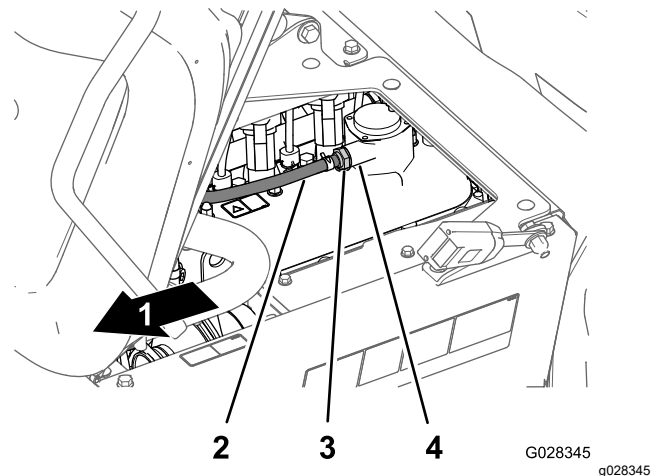

Figura 69
2. Retire la válvula PCV del acoplamiento de la tapa de válvulas (Figura 69).
no está libre y no suena al sacudirse, sustituya la válvula PCV (Figura 69).
4. Introduzca la válvula PCV hasta que quede correctamente asentada en la junta del acoplamiento de la tapa de válvulas (Figura 69).